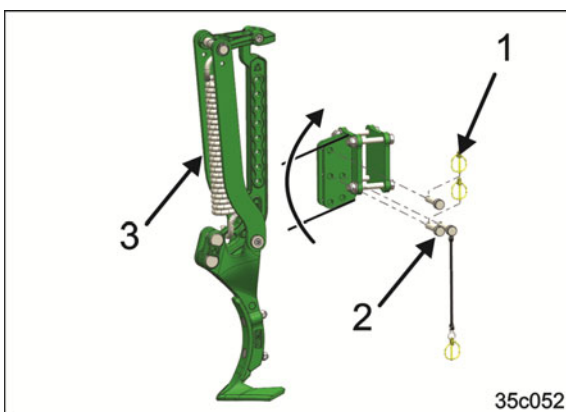

Рис. 119
1. Снимите все пружинные фиксаторы (Рис. 119/1).
3. Снимите все фиксирующие пальцы (Рис. 119/2).